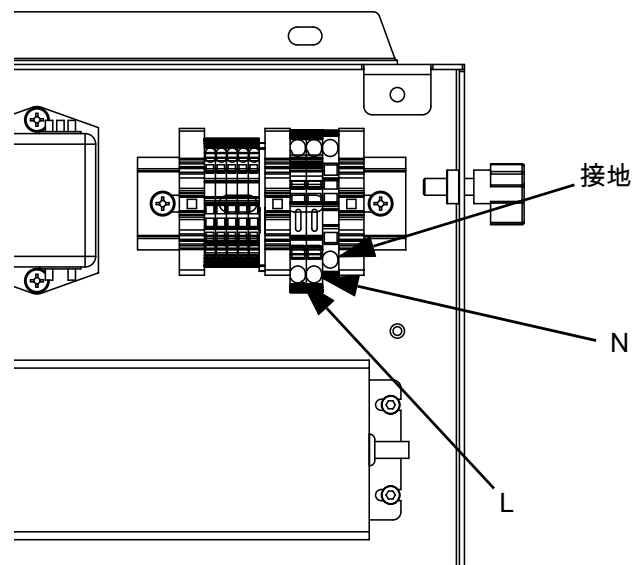

図 11: 100-240 Vac での配線
- 100-240 Vac での配線については、図 11 を参照してください。